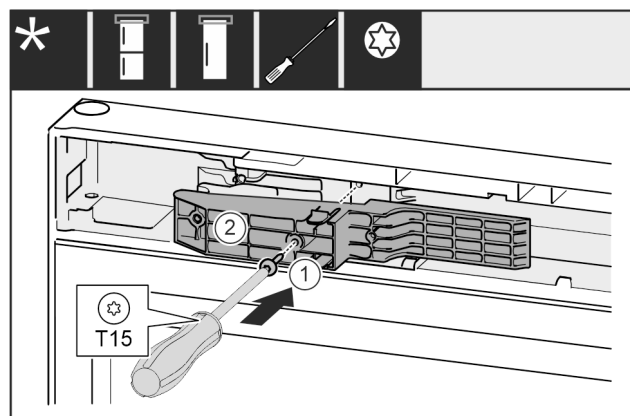

Fig. 50 *
- ▶ Helyezze be az illesztődarabot Fig. 50 (1) a mélyedésbe a fogantyú felőli oldalán.*
- ▶ Húzza meg a csavart Fig. 50 (2) csavarhúzóval.*